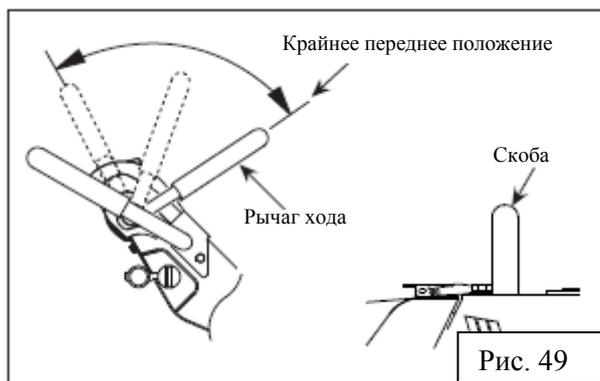

Рис. 49
5. Переместите рычаг хода вперед/назад несколько раз, пока не исчезнут пузырьки воздуха, каждый раз удерживая рычаг в положении движения вперед в течение 10-ти секунд (положение полного открытия обратного клапана) (рис. 49).